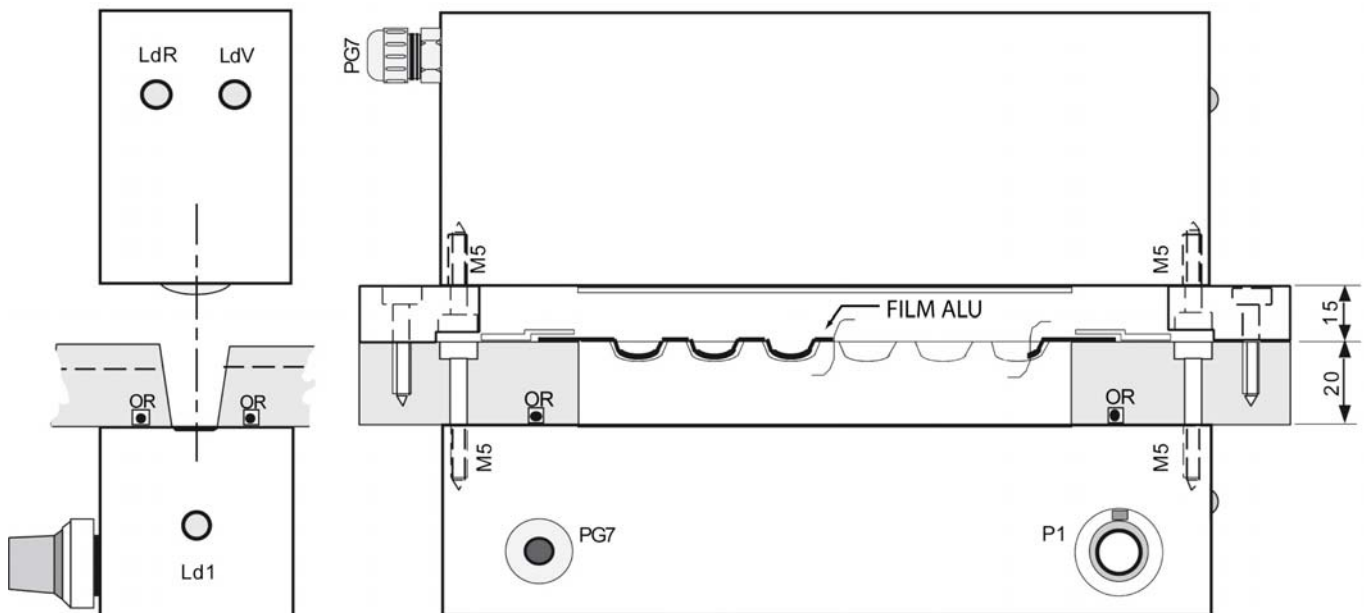

Fig. 7
L'installation typique de l'appareil est illustrée dans la (Fig. 7) :
- le dispositif d'éclairage est monté sur le côté supérieur du film à une distance de 15 mm (Fig. 7 – Réf. 1) au moyen des supports latéraux fournis avec ce dernier
- le récepteur doit être maintenu à une distance de 20 mm (Fig. 7 – Réf. 2) de la surface inférieure du film au moyen d'une plaque (ou directement par le plan de coulissement) présentant une fente (rainure) dont la longueur est égale à la largeur de la bande à inspecter et ayant la même largeur que la ligne des photosenseurs.